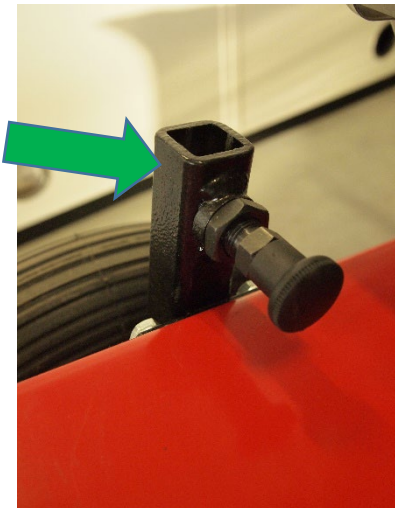
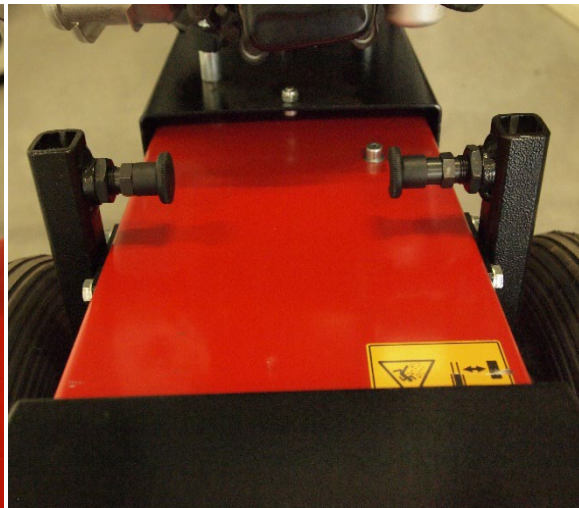
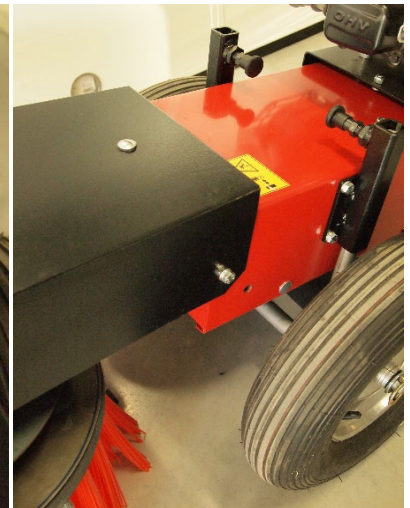

Fig 3
Fig 4
Fig 5
- ⇒ Schroef de T-bout op de stuurhouder los (afb. 4, pos. 1).
Een inkeping voorkomt dat de aangetrokken vergrendelingsbout terug op zijn plaats klikt (zie afbeelding 3)
- 2) **Voor de Weedee Brush**: zie Fig 3 en Fig 4 en Fig 5
De motor stopt (zie ook Fig. 3)